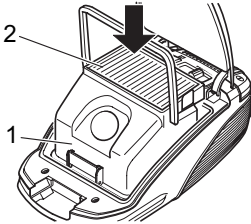

Abb. 22
2. Prüfen Sie, ob die B-Box (Abb. 22/1) verschlossen ist und der Lamellenfilter (Abb. 22/2) richtig eingesetzt ist.